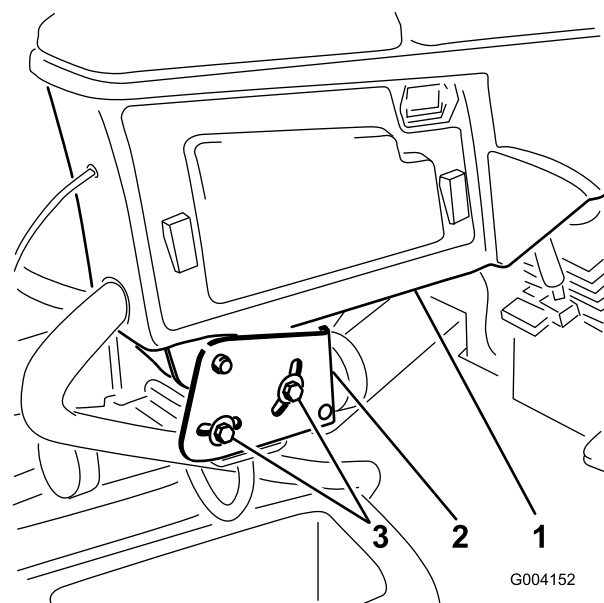

Figura 37
1. Allentate i due bulloni che fissano il braccio di comando alla staffa di bloccaggio (Figura 37).